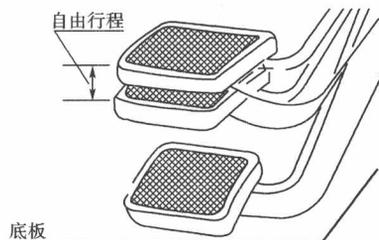

图 1-8 自由行程示意图
(1) 离合器踏板自由行程: 指离合器膜片弹簧内端与分离轴承之间的间隙在踏板上的反映, 如图 1-8 所示。